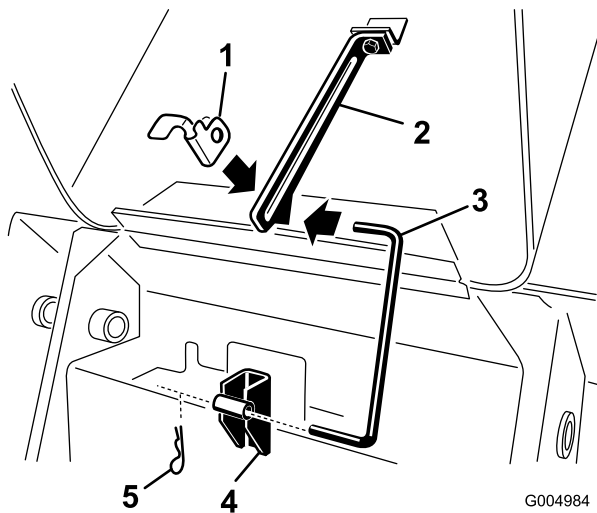

Bild 41
3. Ziehen Sie den Splint vom unteren Ende der Motorhauben-Stützstange und schieben Sie die Stützstange aus den Befestigungshalterungen (Bild 41).
7. Setzen Sie die Stützstange in die Befestigungshalterungen und befestigen Sie diese mit dem Splint (Bild 41).